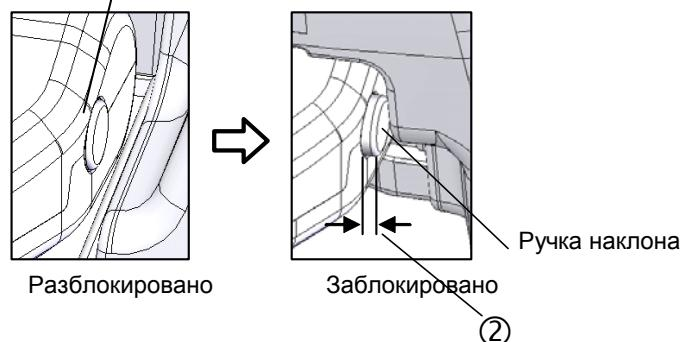

Рис. 4.3-4
② Проверьте, что кнопка наклона всегда выдвинута, как показано на рис. 4.3-4.